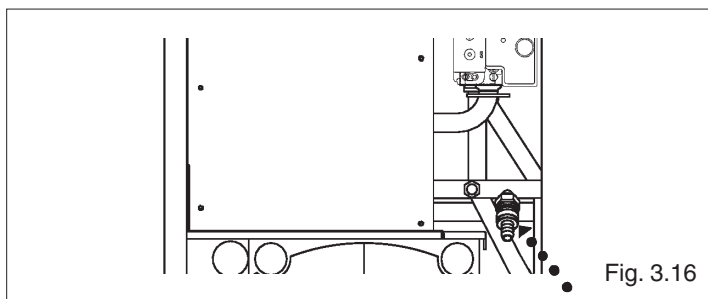

Fig. 3.16
- Prima di iniziare questa fase verificare che il rubinetto di scarico della caldaia sia chiuso (fig. 3.16)